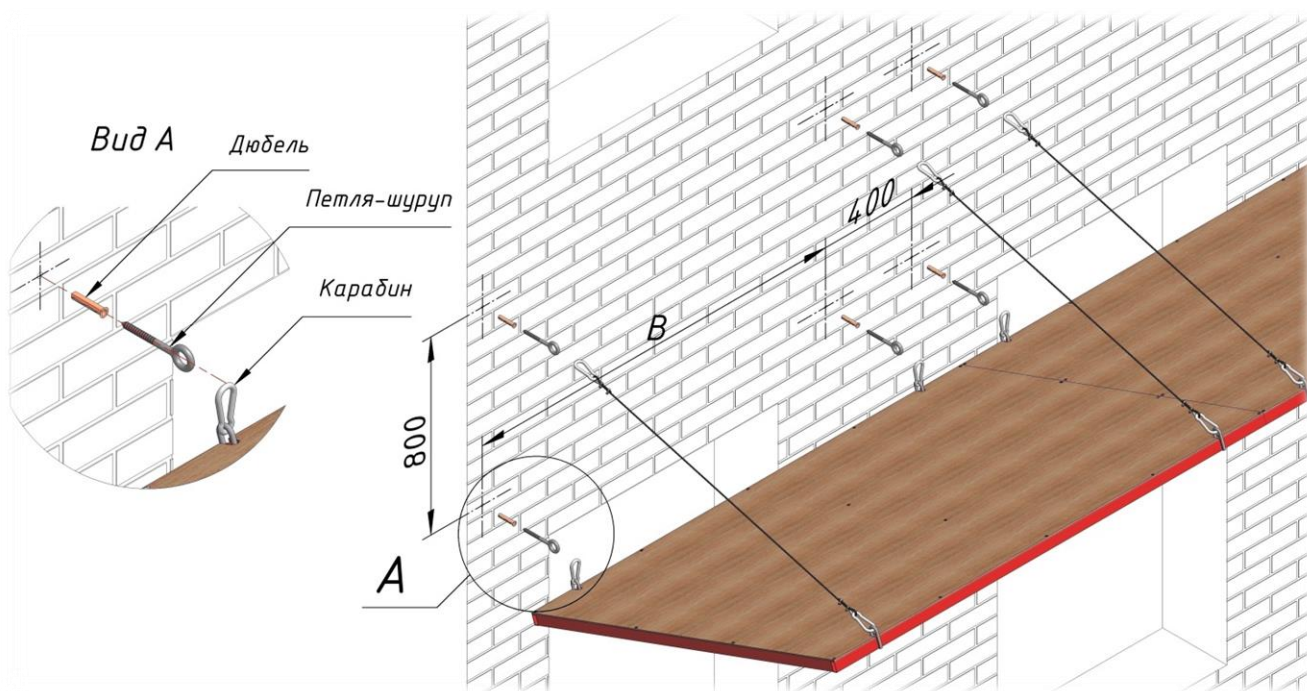

Рисунок 3
- забить дюбеля в готовые отверстия и завернуть в них петли-шурупы (смотри рис. 3);
- поднять козырек к месту установки и закрепить его на петлях-шурупах с помощью карабинов (смотри рис. 3);